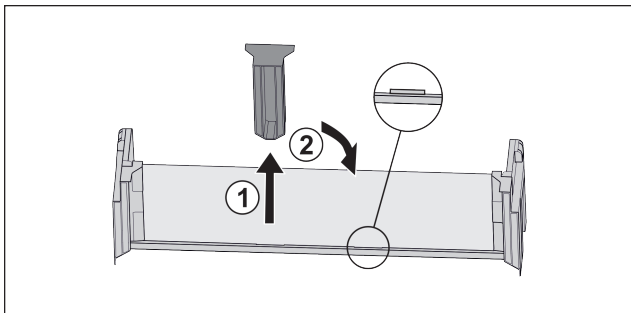

Fig. 76
- ▶ Middelste vasthoudeel lostrekken Fig. 76 (1).
- ▶ Middelste vasthoudeel in tweede positie inzetten Fig. 76 (2).